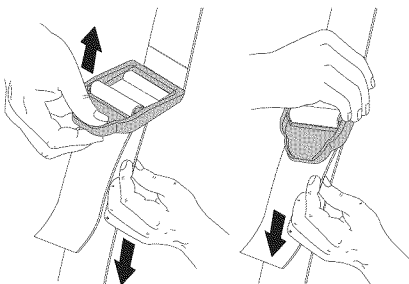

Fig. 7
4. Réglez la longueur en fonction de la taille de l'opérateur. Tirez la languette pour rallonger ou tirez la bande pour raccourcir (Fig. 7).
Installez le protecteur d'accessoire de coupe sur son support en insérant les trois vis dans le support. Serrez fermement avec un tournevis à tête plate (Fig. 7).